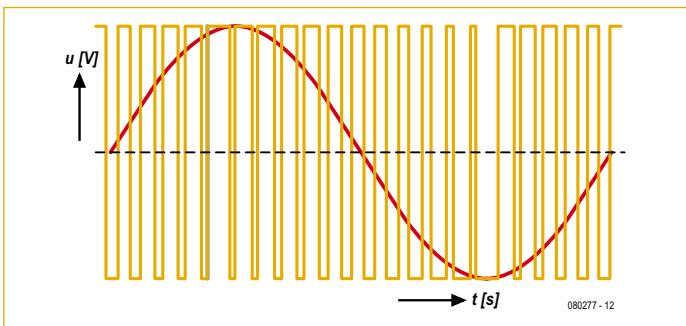

Figure 2. Le signal MLI (jaune) une fois filtré en passe-bas se transforme en un signal sinusoïdal (rouge).
Un compromis intervient au niveau du filtre passe-bas, filtre censé empêcher le rayonnement du signal de commutation. Voici en **figure 2** l'effet du filtre passe-bas sur le signal à modulation de largeur d'impulsion (MLI). À la sortie du filtre, nous retrouvons un signal analogique. Tel filtre nécessite des inductances insaturables et des condensateurs à faible résistance série qui s'avèrent incompatibles avec la miniaturisation et une production de masse et bon marché. C'est en mai 2006 que Royce Higashi de National Semiconductor (NS) présente l'idée d'un amplificateur en Classe D différent, bâti sur un montage en pont qui de façon native supprime tout signal de commutation inutile sur la bobine du haut-parleur. L'idée de Royce Higashi consiste à alimenter chaque branche du pont en MLI avec un rapport cyclique de 50 % au repos, sans déphasage. Là est la nouveauté car la charge, bien que soumise à un signal de mode commun intense, ne voit plus aucun signal différentiel. A partir de cet instant, si un signal audio doit être transmis, les signaux de chaque branche glissent, se